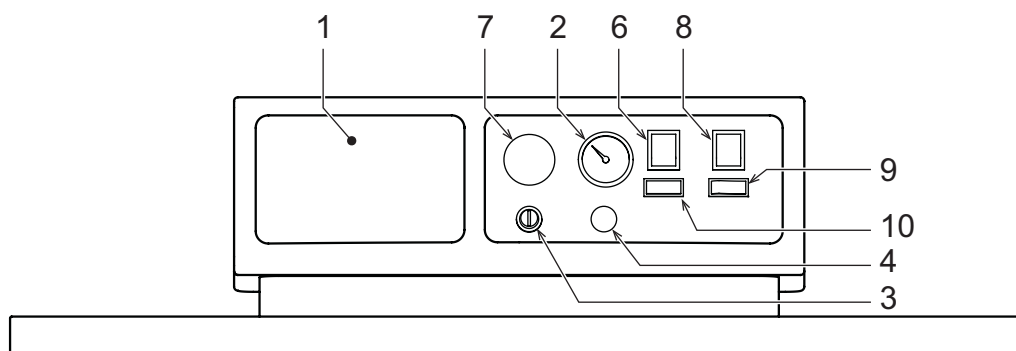

fig. 1
- Portare l'interruttore di caldaia "8" sulla posizione "acceso" (fig. 1).
- Qualora la caldaia venga dotata di una centralina elettronica termostatica, montata in posizione 1 di fig. 1, l'utente dovrà tenere conto anche delle istruzioni fornite dal costruttore della stessa.
Ruotando la manopola 7 di fig. 1 in senso orario la temperatura dell'acqua di riscaldamento aumenta, in senso antiorario diminuisce. La temperatura può essere variata da un minimo di 30° ad un massimo di 90°. Consigliamo comunque di non far funzionare la caldaia al di sotto dei 45°.
Impostare tramite il termostato ambiente la temperatura desiderata all'interno dei locali. Su comando del termostato ambiente la caldaia si accende e porta l'acqua impianto alla temperatura impostata dal termostato di regolazione caldaia 7 di fig. 1. Al raggiungimento della temperatura desiderata all'interno dei locali il generatore si spegne.
La pressione di caricamento ad impianto freddo, letta sull'idrometro caldaia part. 2 di fig.1, deve essere di circa 1,0 bar. Qualora durante il funzionamento la pressione dell'impianto scendesse (a causa dell'evaporazione dei gas disciolti nell'acqua) a valori inferiori al minimo sopra descritto, l'Utente dovrà, agendo sul rubinetto di caricamento, riportarla al valore iniziale. A fine operazione richiudere sempre il rubinetto di riempimento.